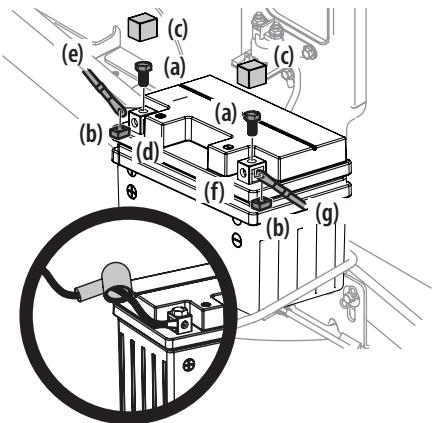

Figure 13
- Retirez les boulons hexagonaux (a) et les écrous carrés (b) situés à l'extrémité du faisceau de fils électrique ou dans le sac avec ce manuel. Gardez la quincaillerie pour utilisation ultérieure. Voir Figure 13.
- Enlevez le couvercle en plastique (c), si équipé, de la borne positive (d) de la batterie et attachez le câble rouge (e) à la borne positive (b) de la batterie avec le boulon (a) et l'écrou Carré (b) retirés à l'étape 1. Utiliser un tournevis Philips. Voir Figure 13.
- Enlevez le couvercle en plastique (c), si équipé, de la borne négative de la batterie (f) et attachez le câble noir (g) à la borne négative de la batterie (f) avec le boulon (a) et l'écrou Carré (b). Voir Figure 13.
- Placez la gaine en caoutchouc rouge au-dessus de la borne positive de la batterie pour aider à la protéger contre la corrosion. Voir encadré de la Figure 13.